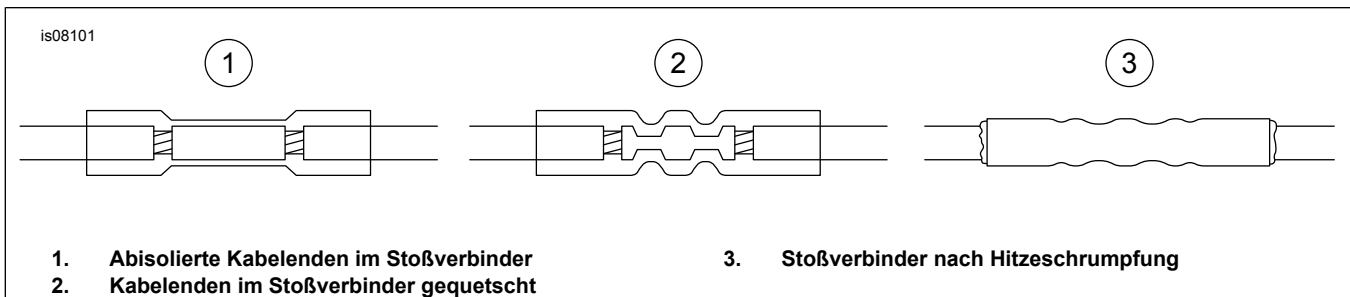

Abbildung 2. Versiegelte Stoßverbinder einbauen
- f. Siehe Abbildung 2. Je ein Ende in die gegenüberliegenden Enden eines Stoßverbinders stecken.
- h. Siehe Abbildung 2. Die Quetschverbindung mit einem Ultratorch UT-100 (H-D-39969), einer Robinair-Heißluftpistole (H-D-25070) mit Schrumpfaufsatz (H-D-41183) oder einem anderen geeigneten Heizstrahler gleichmäßig erwärmen, um den Stoßverbinder abzudichten. Die Wärme von der Mitte des Quetschverbinders langsam zu den Enden führen, bis das schmelzbare Dichtungsmittel aus beiden Enden des Stoßverbinders austritt.